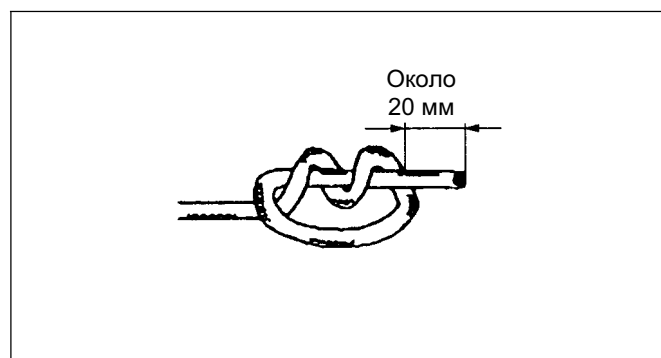

Рис. 10-15
(5) Установить шнур (операция выполняется вдвоем):
- 1: продеть конец шнура через направляющее отверстие в корпусе и отверстие в катушке и завязать ее узлом, как показано на рис. 10-15